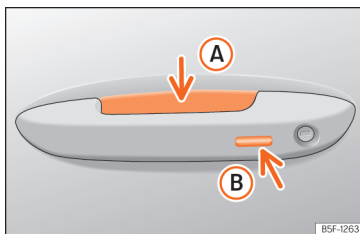

Abb. 88 Türgriff: Sensorflächen
»» Abb. 88
- Umfassen Sie einen der Griffe an den Vordertüren. Dabei wird die Sensorfläche »» Abb. 88 (A) (Pfeil) im Türgriff berührt und das Fahrzeug entriegelt sich.
- Berühren Sie *einmal* die Verriegelungssensorfläche »» Abb. 88 (B) (Pfeil) am Griff an einer der Vordertüren. Die Tür, an welcher der Griff betätigt wird, muss geschlossen sein.
» **Abb. 88 B** (Pfeil) am Griff an einer der Vordertüren. Das Fahrzeug ist mit der „Safe“
» **Abb. 88 B** (Pfeil) am Griff an einer der Vordertüren, um das Fahrzeug zu verriegeln, ohne das Sicherheitssystem „Safe“ zu aktivieren » **Seite 112**.
- Berühren Sie die Schließaste  auf dem Funkschlüssel und berühren Sie einmal innerhalb von 5 Sekunden die Verriegelungssensorfläche am Fahrertürgriff » **Abb. 88 B**. Greifen Sie nicht am Türgriff, da sich das Fahrzeug sonst nicht verriegelt. Die Deaktivierung kann auch erfolgen, wenn das Fahrzeug über Fahrertürschloss verriegelt wird.
Um mit der **Komfortfunktion** alle elektrischen Seitenfenster und das Glasdach zu schließen, legen Sie einige Sekunden einen Finger auf den Verriegelungssensorfläche »» Abb. 88 (B) (Pfeil) am Türgriff, bis die Seitenfenster und das Dach geschlossen sind.
Die Sensoren der Türgriffe können durch einen Wasser- oder Hochdruckdampfstrahl aktiviert werden, sofern sich ein gültiger Schlüssel in der Nähe befindet. Ist mindestens eines der elektrisch betriebenen Seitenfenster geöffnet und wird die Sensorfläche »» Abb. 88 (B) (Pfeil) an einem der Türgriffe permanent aktiviert, schließen sich alle Fenster.